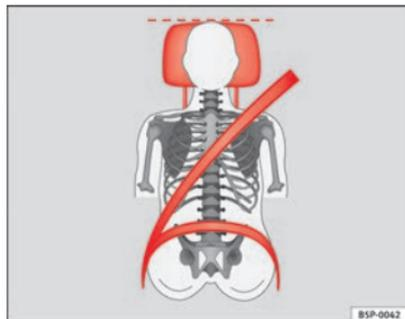

Fig. 12 Cintura di sicurezza e poggiatesta (visti da davanti) posizionati correttamente
- Il nastro diagonale della cintura deve passare all'incirca al centro della spalla. La cintura di sicurezza deve aderire bene alla parte superiore del corpo → fig. 12.